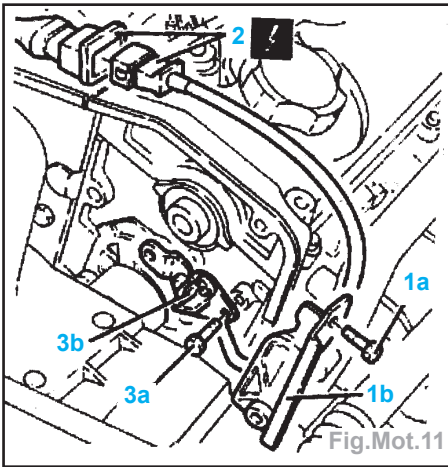

Fig.Mot.11
- le pignon de distribution de l'ACT en utilisant les outils anti-couple (Fig.Mot.11),